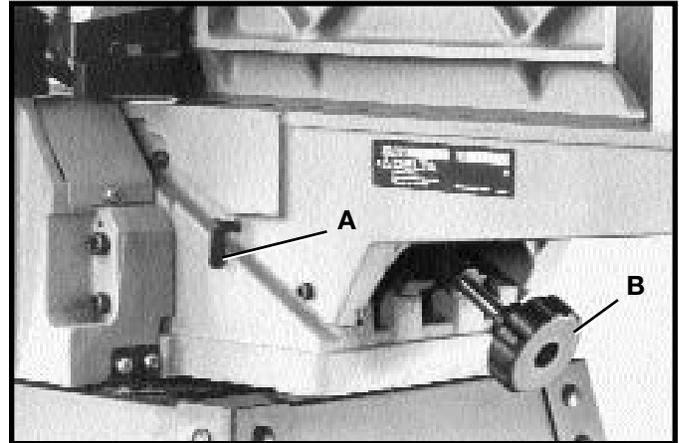

Fig. 38
Para la mayoría de las operaciones de machimbrado, la mesa de avance de salida debe estar nivelada exactamente con las cuchillas en su altura máxima de revolución. Esto significa que las cuchillas deben quedar paralelas a la mesa de avance de salida y proyectarse de la misma manera desde el cabezal de corte. Para mover la mesa de avance de salida hacia arriba o abajo, afloje el tornillo de cierre (A) Fig. 38 y gire la perilla de mano (B). Cuando la mesa de avance de salida quede nivelada exactamente con las cuchillas en su punto de revolución más alto, apriete el tornillo de cierre (A).